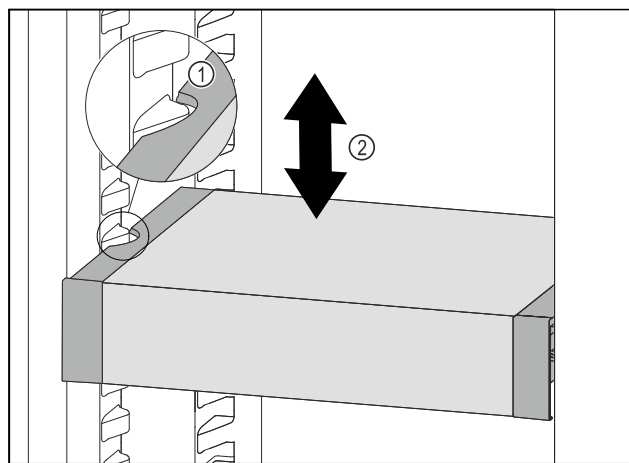

Fig. 91
- Trekk VarioSafe forover, til utsparingene på sidene av VarioSafe er på nivå med rillene i kjøleskapet. Fig. 91 (1)
- Flytt VarioSafe oppover eller nedover i kjøleskapet, til ønsket høyde er nådd. Fig. 91 (2)